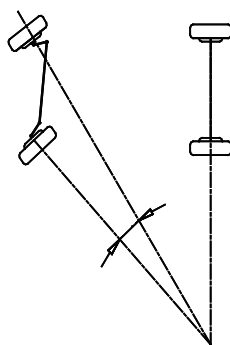

图1.5
- 转向时前张角(Toe-out on Turn)定义为转向 20° 时两前轮转向角度之差，如图1.5。转弯时内轮所转的角度通常大于外轮，相差在 2° 左右，其目的是为了在转弯时使汽车能以后轴延伸线的瞬时中心为圆心顺利转弯。此外当内轮转角较大时，阻力也较大，阻力的不同可使汽车偏向阻力大的一方，使转向容易。